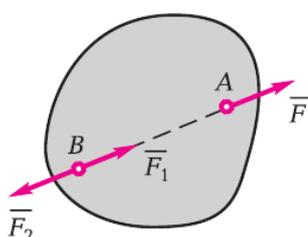

Рисунок 2.2
**Аксиома 2 (Добавления или отбрасывания уравновешенных сил).** Состояние тела не изменится, если к нему приложить или от него отнять уравновешенную систему сил (рис. 2.2).
**Следствие** из аксиом 1 и 2: точку приложения силы, действующей на абсолютно твердое тело, можно переносить вдоль ее линии действия в любую другую точку тела. Предположим, что в точке  $A$  твердому телу приложена сила  $\vec{F}$  (рис. 2.2). Приложим в точке  $B$  две силы  $\vec{F}_1$  и  $\vec{F}_2$ , равные по модулю силе  $\vec{F}$  и направленные по ее линии действия в противоположные стороны. По аксиоме 2 можно отбросить уравновешенную систему сил  $\vec{F}_1$  и  $\vec{F}_2$ . В результате на тело теперь действует сила  $\vec{F}_1$ , равная силе  $\vec{F}$ , но приложенная в точке  $B$ .